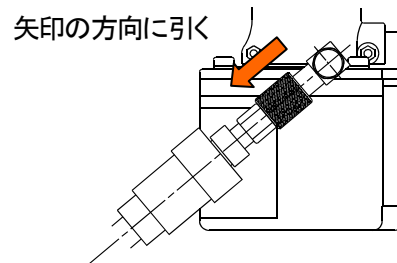

図4-4
- ② 圧縮空気の供給を止める。(OSバルブを閉じる)(図4-4)